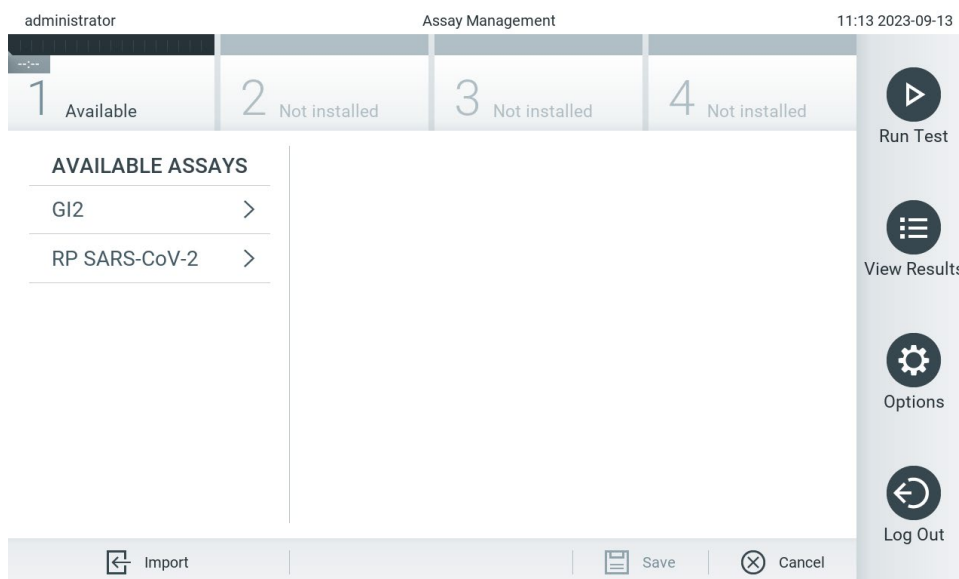

Abbildung 58. Bildschirm Assay Management (Assay-Verwaltung).
2. Drücken Sie zum Importieren des/der neuen Assay(s) in den QIAstat-Dx Analyzer 2.0 auf die Schaltfläche Options (Optionen) und dann auf die Schaltfläche Assay Management (Assay-Verwaltung). Im Inhaltsbereich der Anzeige wird der Bildschirm Assay Management (Assay-Verwaltung) angezeigt (Abbildung 58).